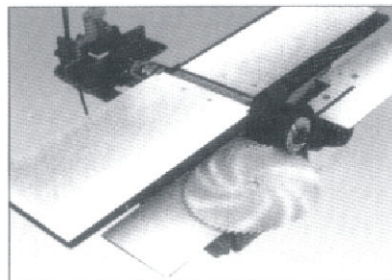

Рис. 21
7.2 следите за состоянием пильных дисков работа затупленными дисками или дисками с неправильно разведенными зубьями приводит к ухудшению качества обработки и перегрузке электродвигателя. для заточки зубьев диска используйте точильный камень входящий в комплект поставки. (см. рис. 21)